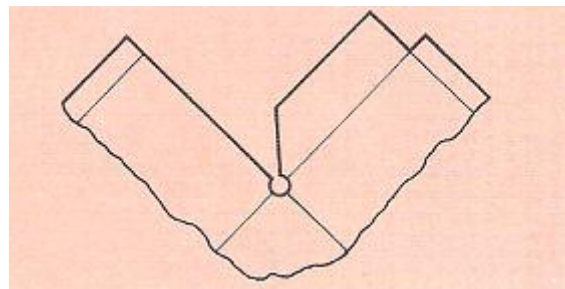

Fig.11
- Hacer un pequeño taladro en el vértice, que sirva como final del corte (fig.11). Este último procedimiento es recomendable, sobre todo, para cortes en ángulo agudo.